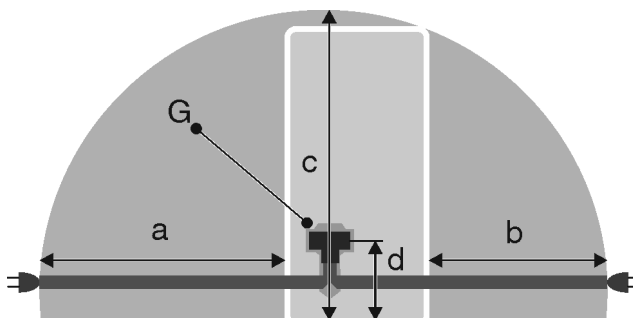

Fig. 52
- Zásuvka sa nachádza mimo oblasti zadnej strany zariadenia v uvedenej oblasti Fig. 52 (a, b, c).
- ▶ Zástrčku zariadenia Fig. 52 (G) zastrčte na zadnej strane zariadenia. Dbajte na správne zaklapnutie.